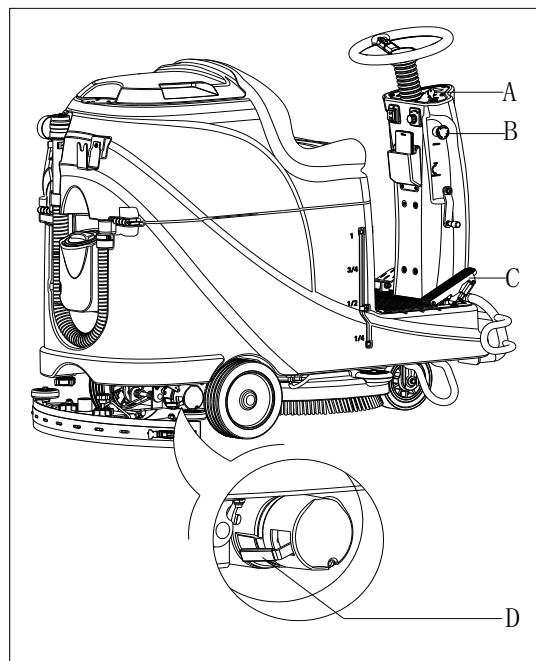

Рисунок 9
1. Поверните ключ зажигания (А, Рисунок 9) в положение "ВКЛ"
- Тормоз отключен - рычаг стояночного тормоза (D, Рисунок 9) в верхнем положении